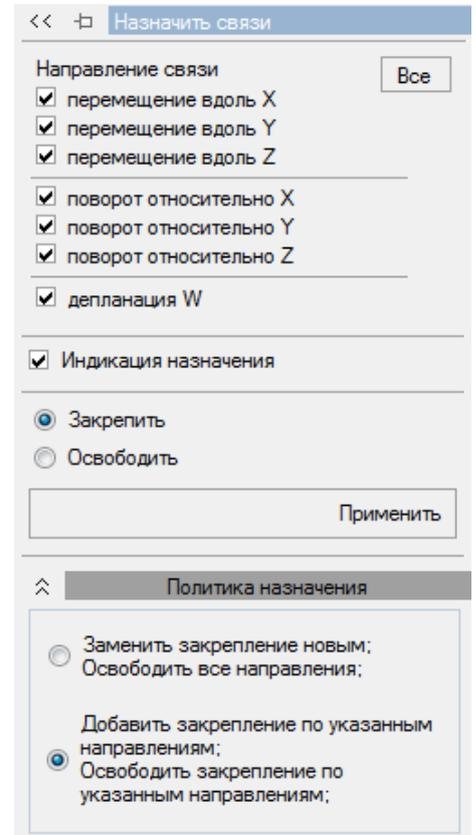

Рисунок 2.255 Панель режима **Назначить связи**
**Схема** ⇒ **Назначить связи** (кнопка  на панели инструментов). Панель режима **Назначить связи** (рисунок 2.255) состоит из параметров закрепления и вкладки **Политика назначения**.